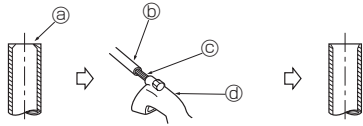

Fig. 5-4
5.2.2. Bramen verwijderen (Fig. 5-4)